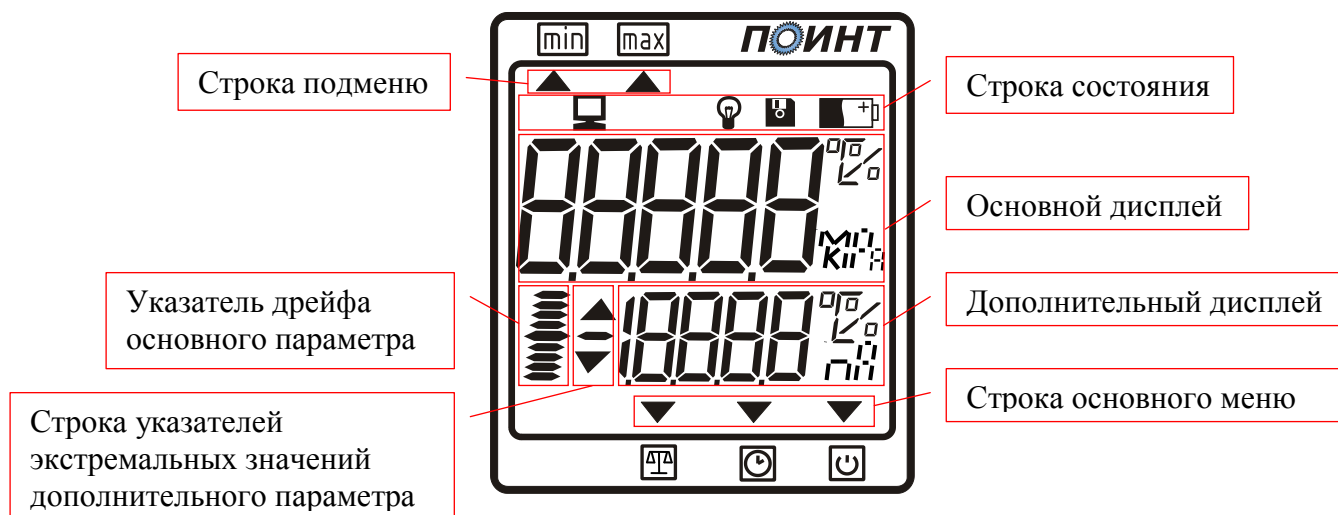

Рис. 1
3.2. На лицевой панели измерителя расположен цифровой индикатор (рис.1), служащий для отображения информации и две кнопки управления. В верхней части прибора расположен разъем для подключения датчиков. На задней части измерителя находится крышка батарейного отсека.
4.4. Описание основного дисплея. Измеритель имеет три рабочих режима: рабочий режим измерения, режим отображения текущего времени, режим выбора времени работы измерителя. Переключение между этими режимами производится нажатием левой кнопки измерителя. В зависимости от положения указателя «▼», который расположен в строке основного меню (рис.1), можно определить, в каком режиме находится измеритель. Так при положении указателя над значком  прибор будет настроен на рабочий режим измерения,  - режим отображения текущего времени,  - режим выбора времени работы измерителя. В рабочем режиме измерения на основном дисплее может выводиться значение температуры, измеренное при помощи термопреобразователя сопротивления или термопары, значение влажности или значение физической величины соответствующая унифицированному сигналу постоянного тока в диапазонах от 0 до 5 или от 4 до 20 мА, Настройка этого параметра приведена в п.8.1. «Режим программирования». В режиме отображения текущего времени при нажатии на правую кнопку на индикаторе отображается текущий месяц, число и год. Установка этих параметров приведена в п.8.3.